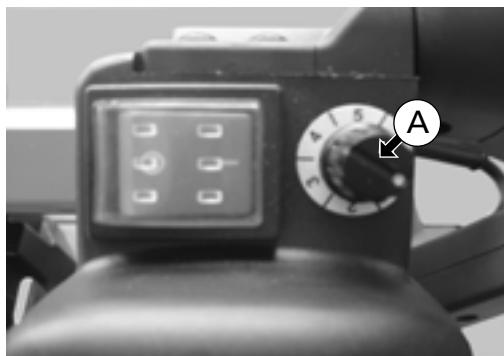

Abb. 13
Zur Änderung der Geschwindigkeit des Sägebands den Regler (A) auf die gewünschte Geschwindigkeit einstellen (Stufe 1 bis 6 von der niedrigsten bis zur höchsten Geschwindigkeit) siehe Abb. 13 und 14.
Elemente auf Abb. 13 - 14